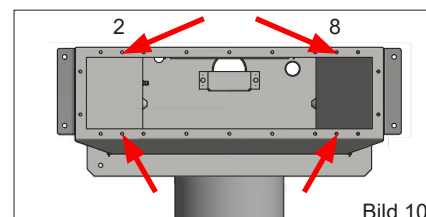

Bild 10.
7. Montera väggbeklädnad (fix, kakel, mosaik etc.). Säkerställ att monteringshålen (enlig bild 10) för fästramen är fria så att fästramen går att montera senare.